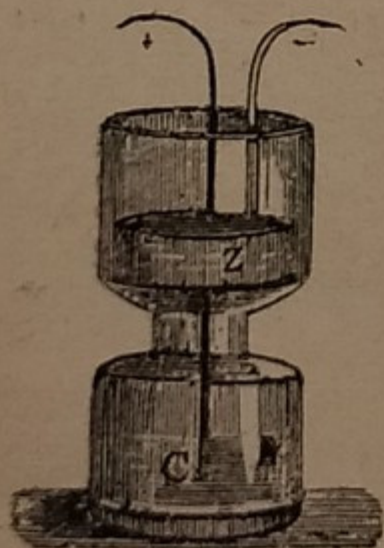

Fig. 131.
*Pila italiana o D'Amico* (fig. 131). — È una pila Daniel in cui, invece del vaso poroso vi è una strozzatura del recipiente di vetro che viene così diviso in 2 parti comunicanti. Lo zinco è appoggiato alla strozzatura nella parte superiore ed è a contatto dell'acqua acidulata; il rame pesca nel solfato di rame che, essendo più denso dell'altro liquido, si mantiene in fondo.